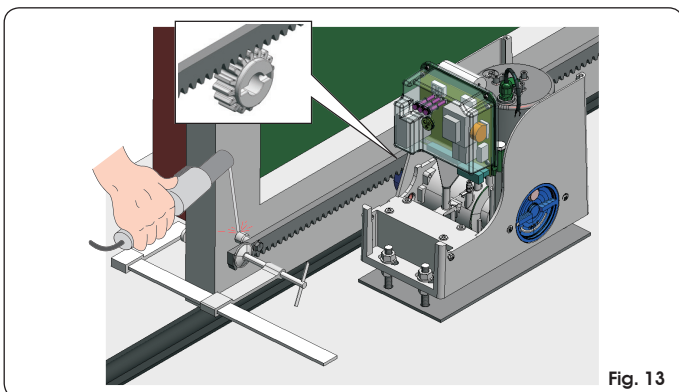

Fig. 13
- c Poser sur le pignon le premier élément de la crémaillère au niveau correct et souder le cliquet tarudé sur le portail d'après la Fig.13.